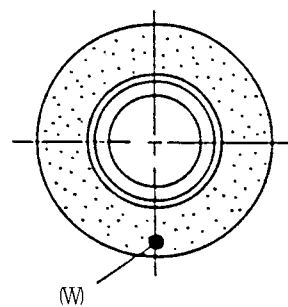

図1-12
- ④ 砥石の一番重い所を見つける。
- ・バランス装置のクランプを外すと、スイングフレームは右か左か重い側に傾くので、傾いた方向に砥石を少しづつ回して、スイングフレームが傾かなくなる所を見つける。その時、真下が一番重い部分、[W]であるのでその点にチョークなどで印をつける。(図1-12)